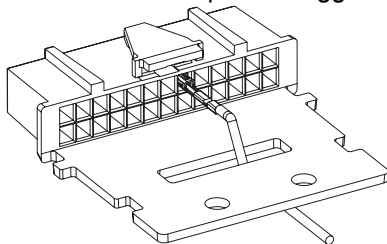

Figura 2a. Filo con dispositivo antitrazione
2. Cablare il filo con il terminale di contatto attraverso il connettore, come illustrato nella *Figura 2a*; alternativamente, se alla radiomobile sono collegati più accessori, cablare i fili come descritto nella *Figura 2b*, quindi, dopo aver completato l'operazione descritta al punto 3, fissarli con una fascetta per cablaggio.